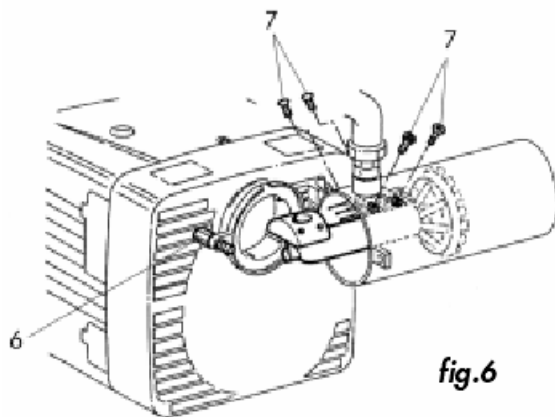

fig.6
- Чтобы обеспечить доступ к соплу и к электродам, снимите винт шарнира **6** и винты **7** (рис. 6 – EM 26/2-E).